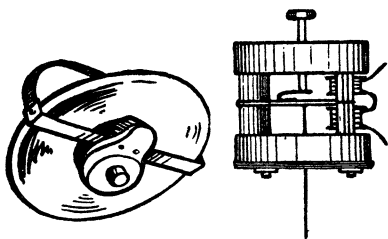

Рис. 192. «Рекорд» (общий вид и механизм).
11. РЕМОНТ ГРОМКОГОВОРИТЕЛЯ ТИПА «РЕКОРД» (рис. 192)